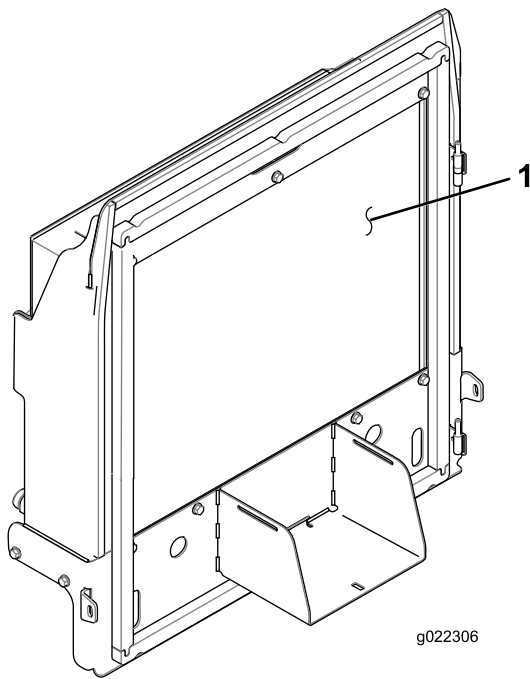

Figure 83
4. Nettoyez soigneusement les deux côtés du radiateur et du refroidisseur d'huile (Figure 83) à l'air comprimé.